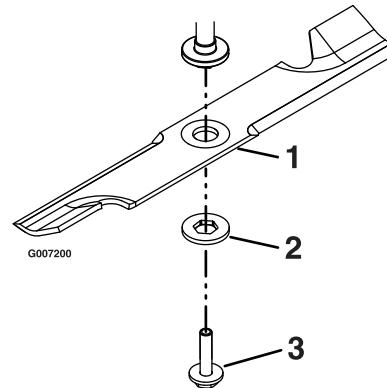

Figura 46
2. Con la llave inglesa todavía colocada en el perno de la cuchilla, mantenga inmóvil el eje de la cuchilla y utilice un trapo o un guante bien acolchado, intente hacer girar la cuchilla. Si la cuchilla gira con relación al protector del eje sin apretar más el perno de la cuchilla, la arandela elástica ha sido aplanada o dañada y el conjunto de perno y arandela debe ser sustituido (Figura 46). Consulte las secciones Cómo retirar las cuchillas y Cómo instalar las cuchillas.
Sujete el extremo de la cuchilla usando un trapo o un guante densamente acolchado (o coloque una llave inglesa en la tuerca superior de la roldana). Retire el conjunto del perno de la cuchilla y la arandela, la arandela y la cuchilla del eje de la cuchilla (Figura 46).
1. Instale la cuchilla en el eje (Figura 46).